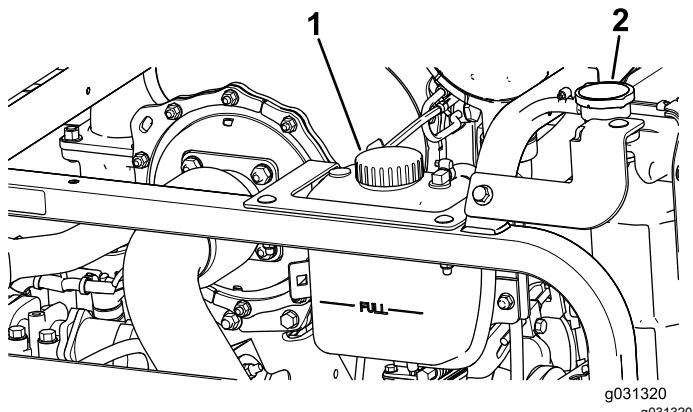

Figura 116
1. Retire cuidadosamente el tapón del radiador y el tapón del depósito de expansión (Figura 116).
2. Compruebe el nivel de refrigerante del radiador (Figura 116).